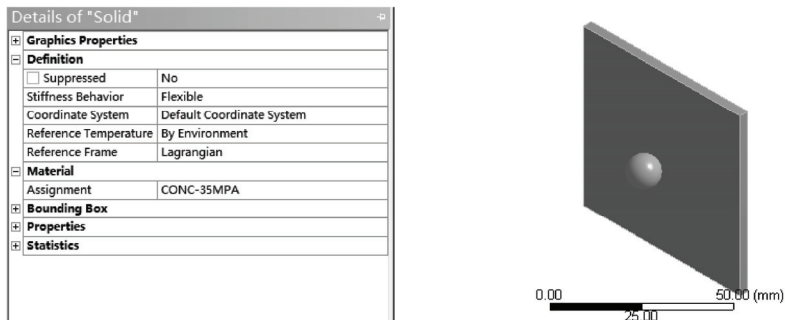

图 15-9 为壁面添加材料
5) 单击参数列表中 Material 选项下 Assignment 黄色区域后的 , 此时会出现设置的材料，选择 CONC-35MPA 即可将其添加到模型中去，如图 15-9 所示。此时树结构图 Geometry 前的?变为✓，表示材料已经添加成功。